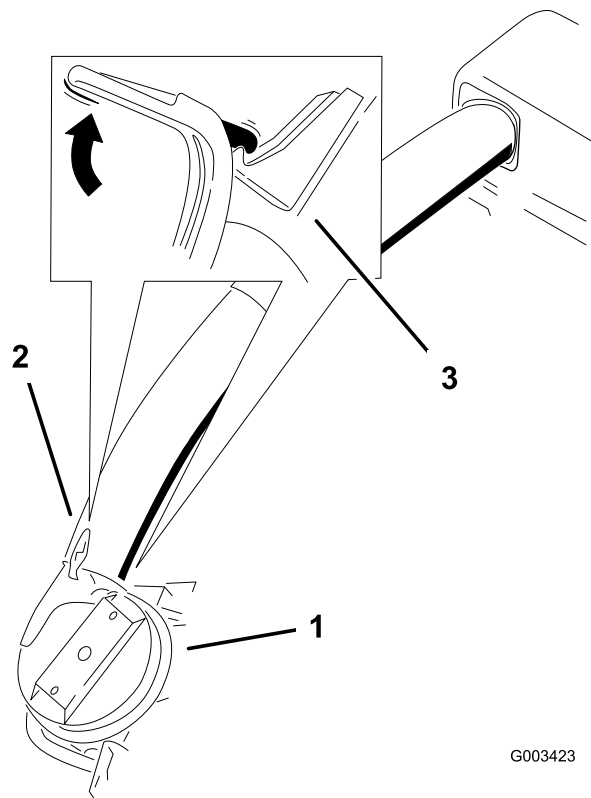

Figure 24
9. Glissez le tube inférieur sur l'adaptateur et verrouillez-les ensemble (Figure 24).